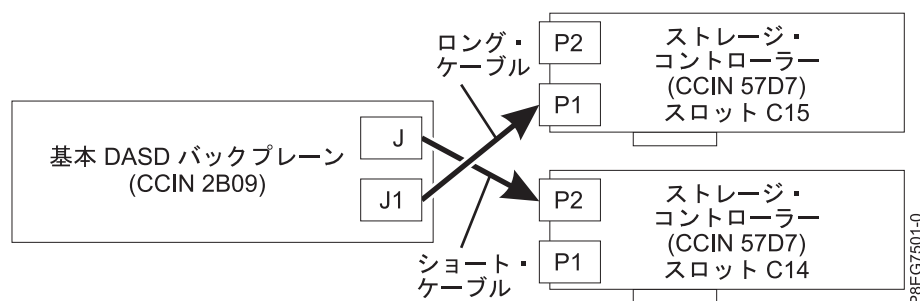

図 10. 分割ディスク構成での SAS ケーブルの再接続
- 2 つの PCIe3 x8 SAS RAID 内部アダプター (CCIN 57D7) (分割ディスク・フィーチャー) がある場合は、短い SAS ケーブルが上部のディスク・ドライブ・バックプレーン・コネクタ (J2) からスロット P1-C14 にあるアダプターの P2 コネクタに接続されています。長い SAS ケーブルは、下部のディスク・ドライブ・バックプレーン・コネクタ (J1) からスロット P1-C15 にあるアダプターの P1 コネクタに接続されています。13 ページの図 10を参照してください。